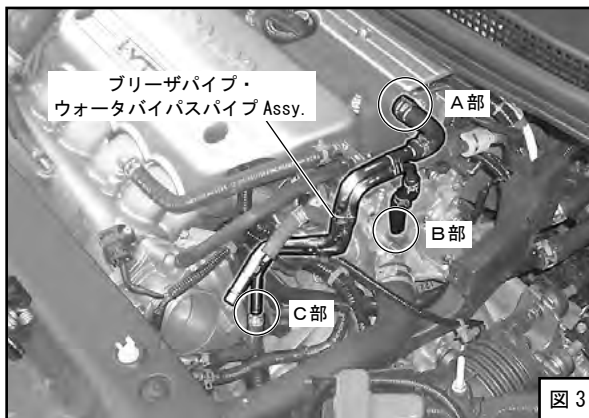
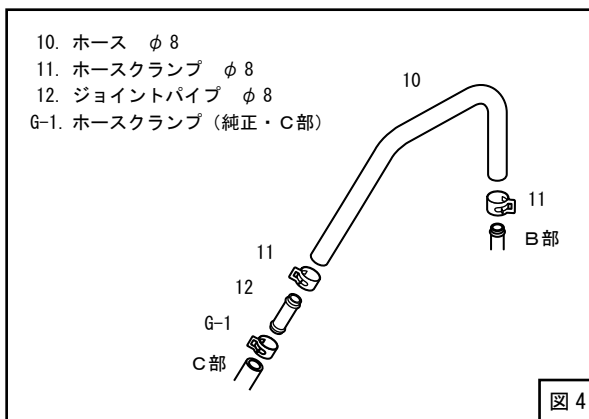

図 3
図 4
- (1) ホースバンドをゆるめブリーザパイプ・ウォータバイパスパイプ Assy. を取外してください。(図3)
- (2) ホース φ8 を取付けてください。(図3、図4)
(5) キットパーツ、エアクリーナケースアッパを仮付けてください。(図3、図6)